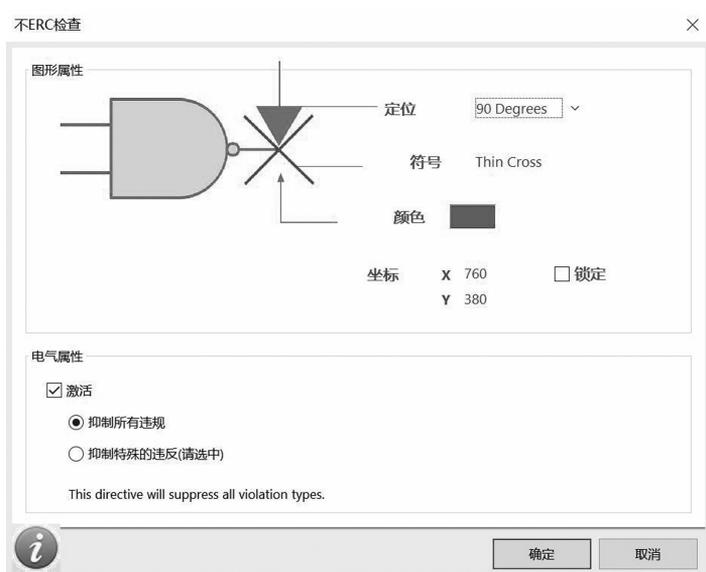

图 4-102 “不 ERC 检查”对话框
(2) 单击键盘的 Tab 键，打开如图 4-102 所示的“不 ERC 检查”对话框。